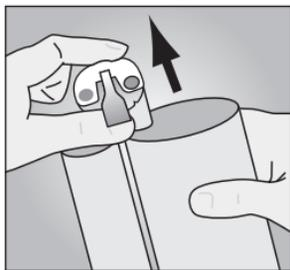

fig. 1
1. Dégager et retirer le sceau inviolable de la cartouche en soulevant le levier de blocage (fig. 1). Jeter le sceau inviolable une fois retiré.